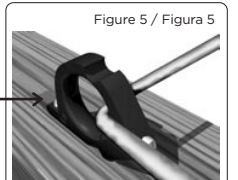

Figure 5 / Figura 5
*Note: When fastening the HANDI-HOOP in its angled drive orientation for pulling applications (to guide a pull when making a corner) make sure to use the additional foot tab for an additional mounting point to strengthen the hoop in this orientation. (a #10 x 1" screw is sufficient) See figure 5.*
*Remarque: Lorsque vous tenez le HANDI-HOOP dans son orientation d'entraînement angulaire pour les applications de traction (pour guider une traction lorsque vous faites un coin), assurez-vous d'utiliser la languette de pied supplémentaire pour renforcer le cadre sur ce l'orientation. (une vis #10 x 1" suffit) (Voir la figure 5.)*